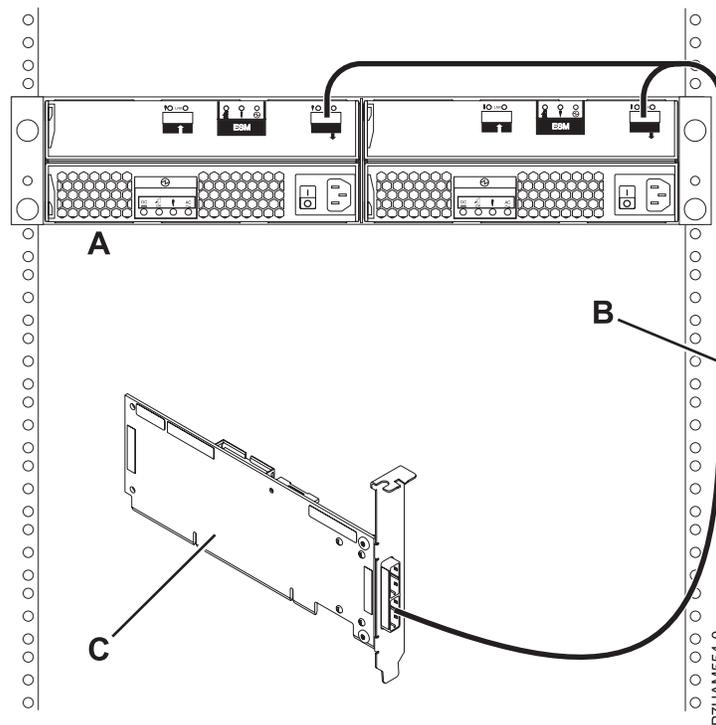

Figura 29. Conexión de un alojamiento de unidades de disco 5886 con un adaptador SAS individual mediante un cable YO
5. Realice la conexión de un alojamiento de unidades de disco 5886 (A) a un adaptador SAS individual (C) con un adaptador YO (B), tal como se muestra en Figura 29.